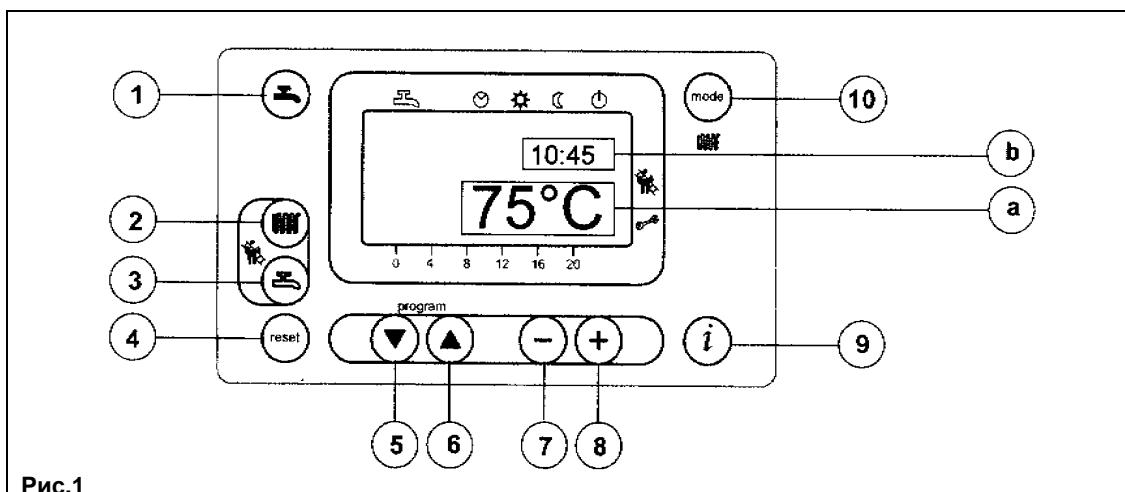

Рис.1
- Для установки значения температуры воды системы отопления нажмите кнопку (поз. 2, Рис. 1);
- нажмите одну из кнопок (поз. 1 или 10 Рис. 1) для запоминания значения и возврата в основное меню.
**Прим.** При подсоединенном датчике уличной температуры с помощью кнопки (поз. 2, Рис. 1) можно осуществлять смещение по климатическим кривым. Для увеличения или уменьшения комнатной температуры в отапливаемом помещении действуйте кнопками
- Для установки максимального значения температуры воды системы ГВС нажмите кнопку (поз. 3, Рис. 1);
На основном дисплее (Рис. 1 а) одновременно с кодом неисправности высвечивается символ  (Рис. 4).